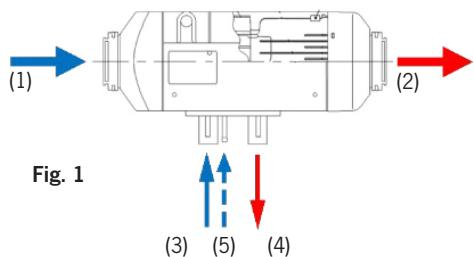
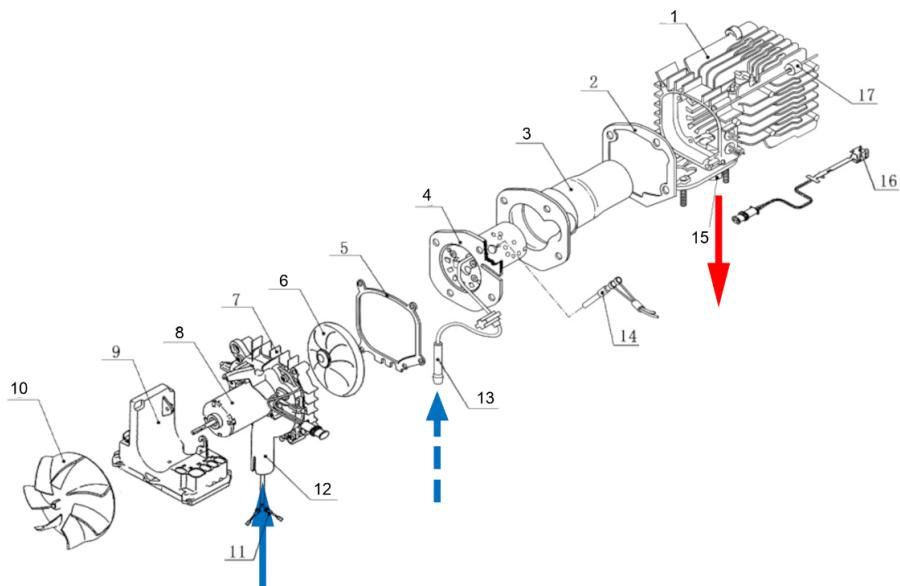
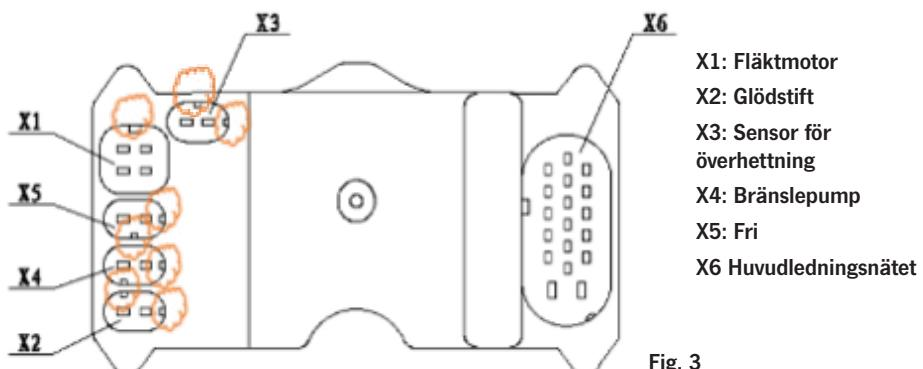

Fig. 1
Fig. 2
Fig. 3
Denna ugn består av en brännare [Sid 12 Fig. 2 (4)] och en förbränningsskammare [Sid 12 Fig. 2 (3)] som är placerade inuti en värmeväxlare [Sid 12 Fig. 2 (1)].
Kall luft sugs in i denna passage av pumphjulet [Bild 1 (1)] [Sid 12 Bild 2 (10)]. Efter att ha passerat värmeväxlaren blåses varm luft ut [fig. 1 (2)].
För brinande process måste värmaren förses med bränsle och frisk luft. Bränslet kommer in i brännaren genom bränslerörets inlopp [bild 1 (5)] [sidan 12 bild 2 (13)] och antänds av glödstiftet [sidan 12 bild 2 (14)] efter att ha atomiserats. Flamman kommer in i spalten mellan brännarens väggar [Sid 12 Fig. 2 (4)] och i förbränningsskammaren [Sid 12 Fig. 2 (3)] på baksidan av brännaren.
Tillförseln av förbränningsslutef sker via luftintaget [bild 1 (3)] [sidan 12 bild 2 (12)]. Den inre tillluftsfläkten [Sid 12 Bild 2 (6/8)] trycker in luften i brännaren. Efter förbränningen av luft och den förångade bränsleblandningen släpps avgaserna ut genom avgasröret [bild 1 (4)] [sidan 12 bild 2 (15)].
Regulatorn [Sida 12Fig. 2 (9)] är placerad i den främre delen av värmaren bakom fläktihjulet för uppvärmningsluften. Dess huvuduppgifter består i att samla in alla data om värmaren (t.ex. temperatursensorer, drivkrets, frekvens, rotationshastighet, spänning m.m.). På grundval av dessa data automatiserar styrenheten uppvärmningsprocessen, systemövervakningen och hanteringen av systemfel. Kontroll av arbetsförfaranden
Överhetningssensorn [Sid 13 Fig.3 (X3)] är installerad på värmeväxlarens bakre yttervägg [Sid 12 Fig. 2 (16)]. Om aluminiumets temperatur blir högre än en definierad övre gräns, stängs bränslepumpens krets av styrenheten och bränsletillförseln stoppas omedelbart. För att skydda mot överhetning stängs sedan värmaren av.